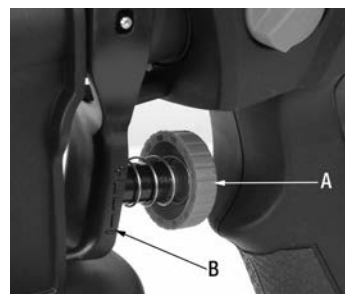

Figure 6
Ce pistolet de pulvérisation comprend un cadran de réglage du débit (A) Fig.6 à l'arrière de la gâchette (B). Pour ajuster: Tournez le cadran de réglage du débit dans le sens horaire pour augmenter (+) ou dans le sens anti-horaire pour diminuer (-) le débit de pulvérisation.
- 2) Retirez le couvercle du filtre (B) Fig.6.
- 3) Si le filtre d'air (A) est sale, rincez-le à l'eau claire et laissez-le sécher à l'air.